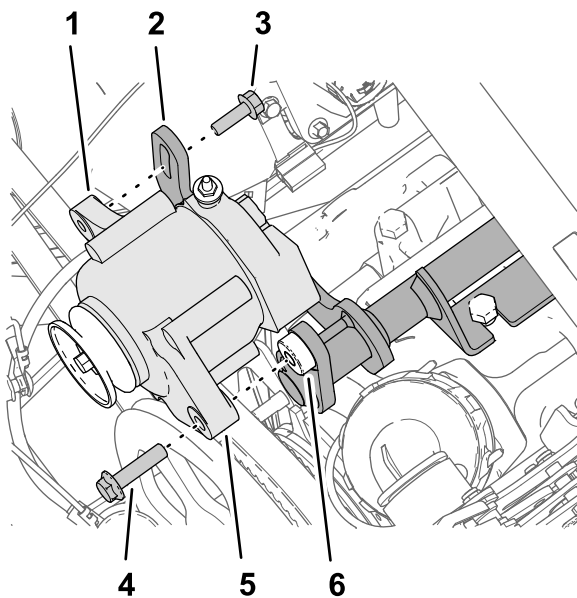

図 182
1. オルタネータ60Aを、オルタネータブラケットのねじ山付きボスに取り付ける 図 182 フランジヘッドボルト3/8 x 1-1/2 インチを使用する。
2. オルタネータのねじ山付きフランジを、オルタネータブラケットスロット付きフランジに取り付ける 図 182 フランジヘッドボルト 8 x 25mm を使用する。